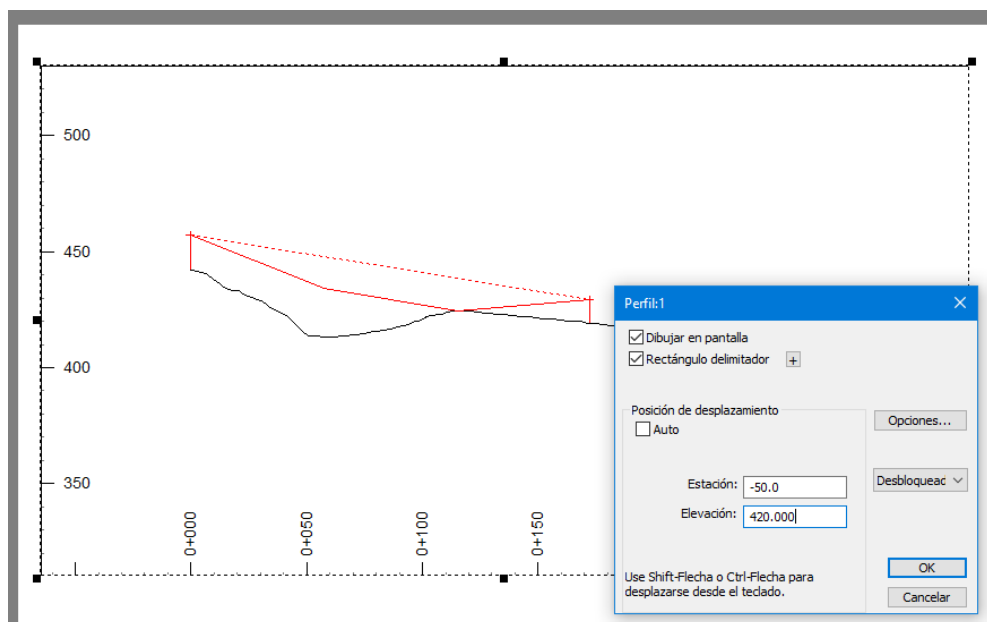

Figura 6-6: Opciones de Sub-vista de Perfil:1 con posición de desplazamiento explícita
12. Mueva y redimensione la sub-vista en la parte superior de la página como se muestra en la Figura 6-6 (haga clic and arrastre el interior para moverla , o haga clic en  para redimensionarla).